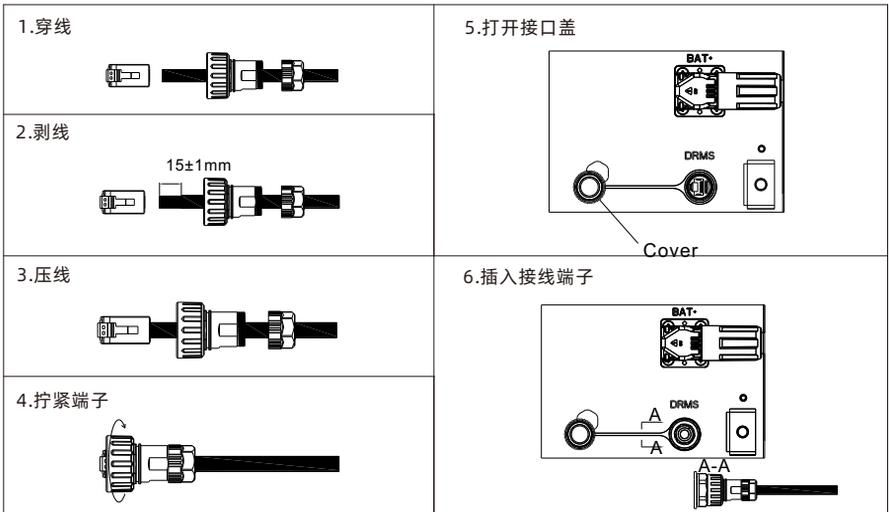

图 6.15 DRMS 接口位置示意图
3. 使用完毕请盖好防尘盖，DRMS端子位置如下图6.15所示，对应模式如下表6.8所示。